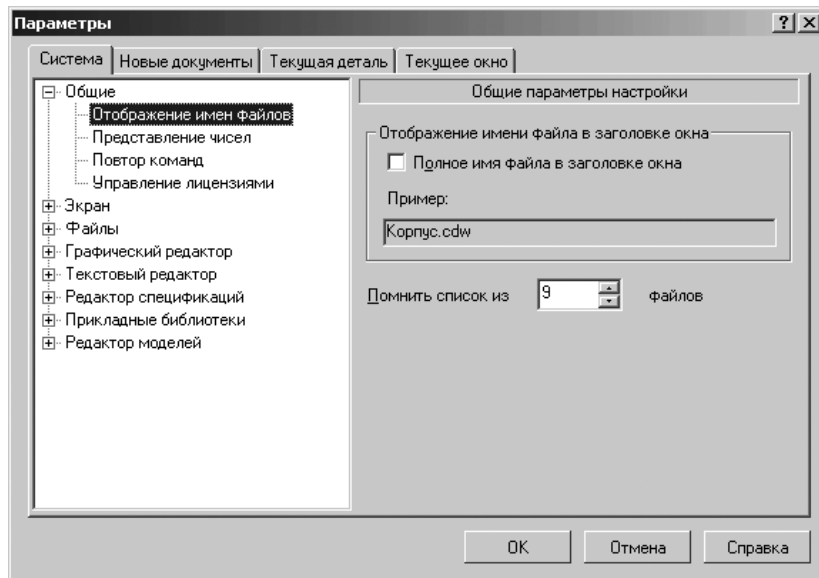

Рис. 9.1. Диалоговое окно **Параметры** с открытой вкладкой **Система** и открытой панелью **Общие параметры настройки**
- щелкните в диалоговом окне **Параметры** по вкладке **Система**, если она не открыта. Откроется вкладка **Система** (рис. 9.1).
- щелкните по пункту **Отображение имен файлов**. Откроется в правой части диалогового окна панель **Общие параметры настройки** (см. рис. 9.1);